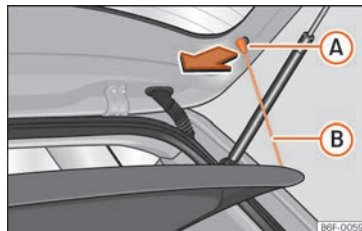

Abb. 165 Im Gepäckraum: Gepäckraumabdeckung aus- und einbauen.
- Hängen Sie die Haltebänder »» (Abb. 165) (B) aus den Aufnahmen (A) aus.
- Hängen Sie die Haltebänder »» (Abb. 165) (B) an der Heckklappe ein.